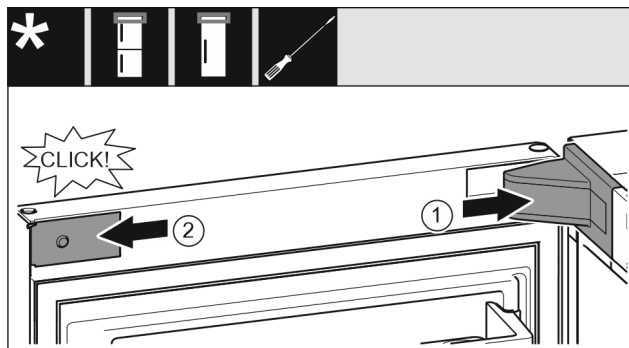

Fig. 20
- Poser et enclencher le cache du support de palier, l'introduire en appuyant délicatement. Fig. 20 (1)
- Mettre en place le cache latéralement et l'enclencher. Fig. 20 (2)